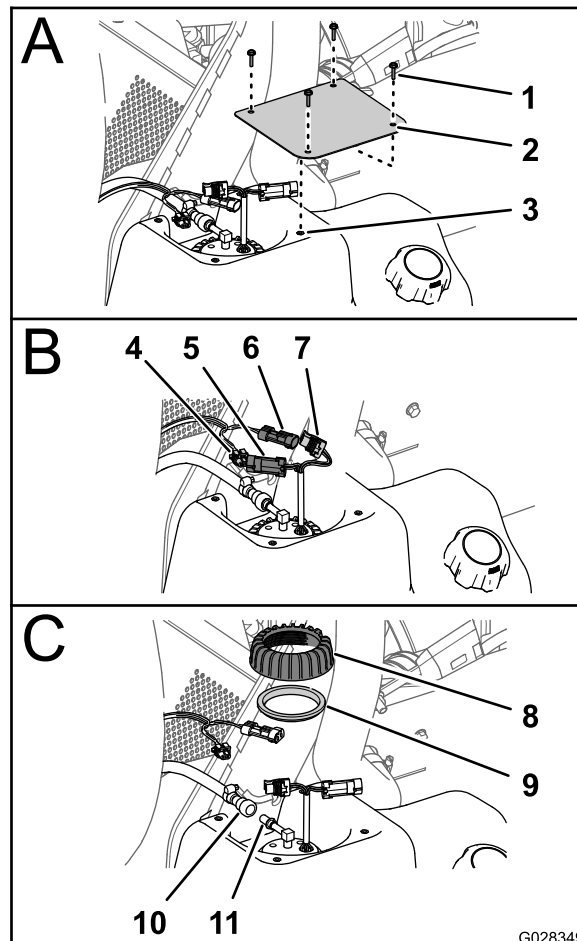

Figure 71
2. Sur le réservoir de carburant, retirez les 4 vis (n° 10 x 3/4 po) qui fixent le couvercle au sommet du réservoir et déposez le couvercle (Figure 71).
3. Débranchez le connecteur à 2 douilles du faisceau de la machine du connecteur à 2 broches de l'ensemble pompe à carburant/transmetteur; débranchez le connecteur à 2 broches du faisceau de la machine du connecteur à 2 douilles de la pompe à carburant/transmetteur (Figure 71).
4. Éloignez le manchon de verrouillage du raccord du flexible de carburant du raccord de la pompe à carburant/transmetteur, et débranchez le raccord du flexible du raccord de la pompe à carburant/transmetteur (Figure 71).
5. Tournez l'écrou de la pompe à carburant/transmetteur dans le sens antihoraire et déposez l'écrou et le joint (Figure 71)..